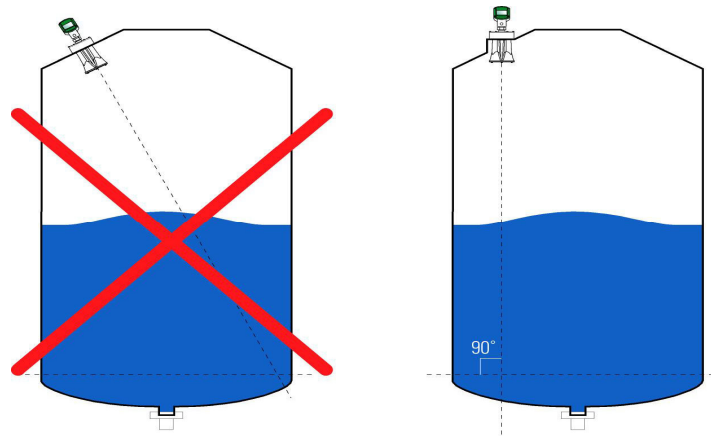

Abbildung 8: Montagepositionen
- Der Scanner muss in vertikaler Position montiert werden, sodass sich die Hornantennen in einem Winkel von 90° zum Boden befinden, so wie in Abbildung 8 dargestellt.